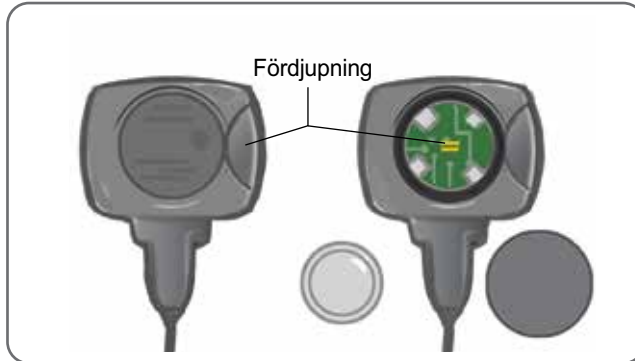

Bild 8-1: Byta fotsensorbatteriet
1. Använd fördjupningen på baksidan av fotsensorn för att fälla upp batteriluckan. Se bild 8-1.